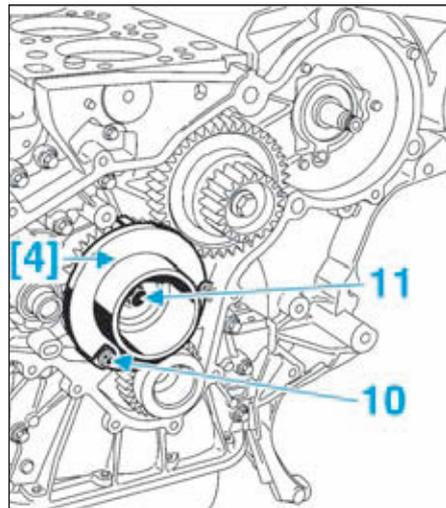

FIG.52
- Serrer les vis (8) de l'outil [3]. Serrer la vis (9) pour extraire le pignon de la pompe haute pression.
- Bloquer le pignon intermédiaire à l'aide de l'outil [4] (Fig.52). Verrouiller l'outil [4] avec les pattes (10).